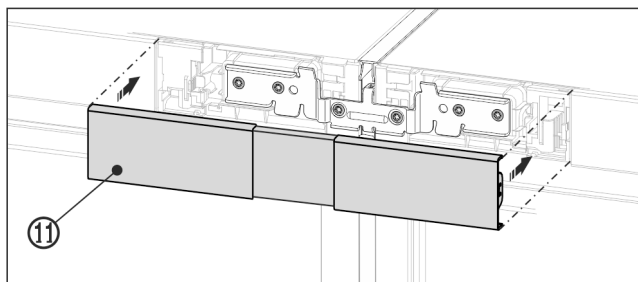

Fig. 23 Atvaizdo pavyzdys
- ▶ Įsprauskite viršutinę dengiamąją plokštelę *Fig. 23 (11)* į neuždengtą tarpą tarp abiejų valdymo dalių skydelių. Dengiamosios plokštelės išoriniai kraštai turi būti viename lygmenyje su valdymo dalių skydeliais.